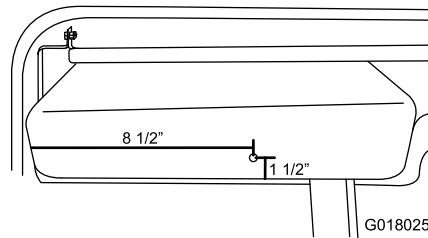

Bild 20
1. Bohren Sie ein Loch (5/16") in das Handschuhfach mit einem Abstand von 216 mm von links und 38 mm von unten (Bild 20).